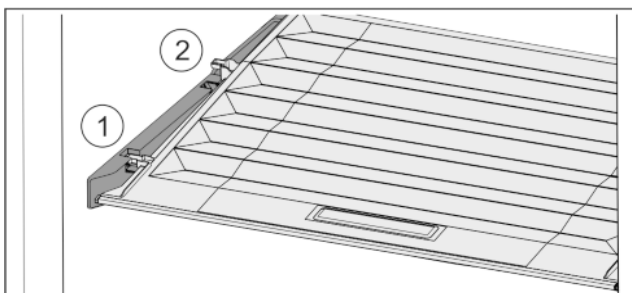

Fig. 33
- ▶ Vytáhněte víko dopředu až k otvoru v přídržných dílech Fig. 33 (1).
- ▶ Vzadu zespodu nadzvedněte a vyjměte směrem nahoru Fig. 33 (2).